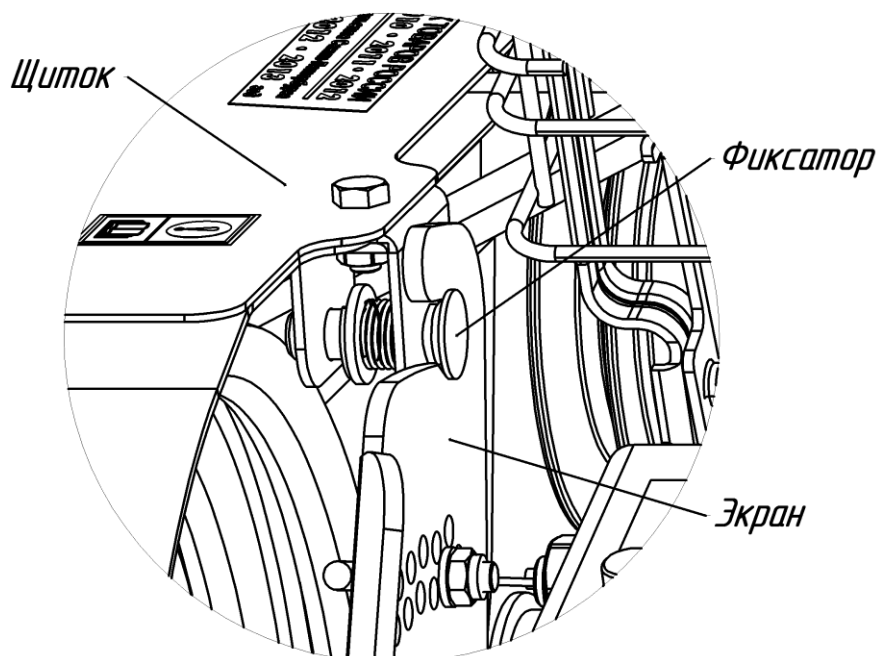

Рис.4 Схема крепления щитка со стороны ведомого шкива
- опускать щиток таким образом, чтобы фиксатор зашел в паз на экране мотоблока (рис.4);